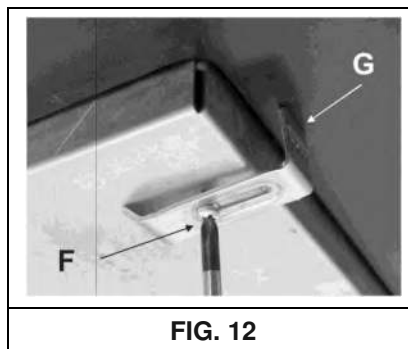

FIG. 12
- Il faut installer la plaque de cuisson dans l'orifice, coupée dans le meuble, et la bloquer avec les vis « F » des crochets de fixation « G » (voir la fig. 12).